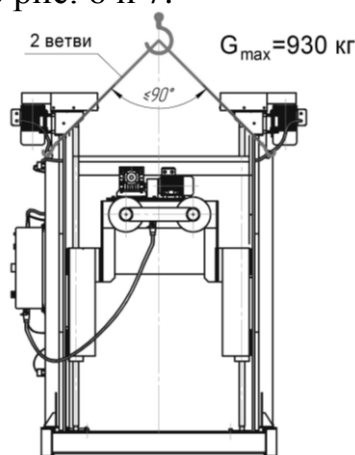

Рис. 6 Схема строповки стойки в сборе при вертикальной транспортировке
3.1.1 Строповку собранной стойки при погрузочно-разгрузочных работах и при монтаже производить согласно рис. 6 и 7.